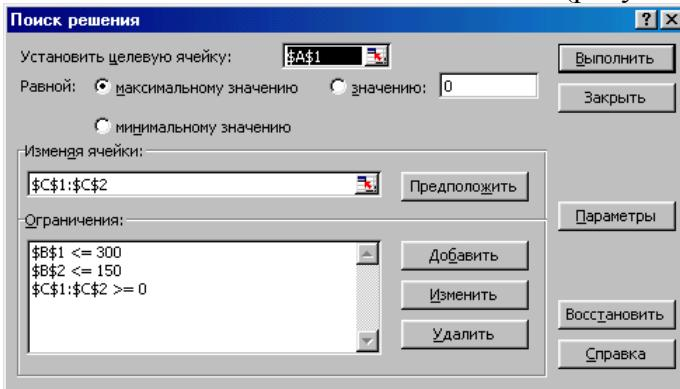

Рисунок 1.4 – Завершение ввода числовой модели в диалоговом окне «Поиск решения»
– Активируем клавишу «добавить» и аналогично вводим второе ограничение. Затем вводим условие неорицательности. Для этого в окне «Ссылка на ячейку» указываем диапазон ячеек, в которых находятся переменные ( $\$C\$1:\$C\$2$ ). После добавления всех ограничений выбираем «OK». Программа возвращается в диалоговое окно «Поиск решения». Ввод числовой модели закончен (рисунок 1.4).